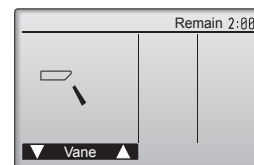

Fig. 7-6
- Vérifiez le fonctionnement de l'ailette automatique à l'aide des boutons **F1** **F2**. (Fig. 7-6)